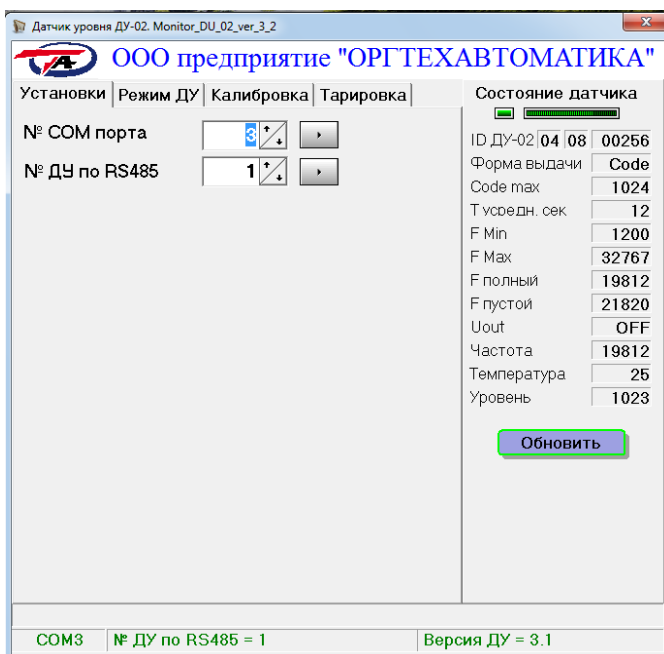

Рис. 2 Окно «Установки» после начала обмена с датчиком.
На мониторе ПЭВМ должно отобразиться окно «Установки», показанное на рис. 2.
1.7 Если после выполнения п. 1.5 обмена с датчиком нет, а в окне, приведенном на рис. 2, во второй строке снизу (служебной) появилась надпись:
- нажать кнопку «Обновить» в поле «Состояние датчика». Должно появиться окно, приведенное на рис. 2.
1.8 Если в окне, приведенном на рис.2, во второй строке снизу (служебной) появилась надпись:
При подключенном исправном датчике после окончания поиска номера ДУ по интерфейсу RS485 должно отобразиться окно, приведенное на рис.2, с отображением обмена с датчиком.